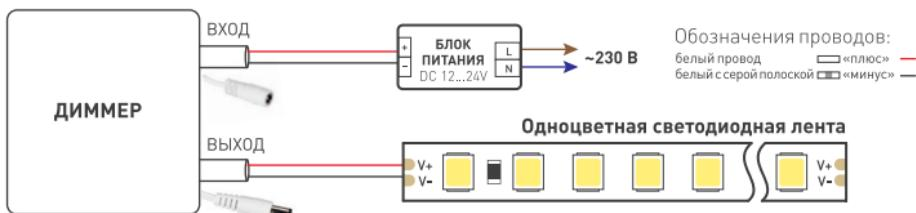

Рис. 3. Схема подключения диммера SR-PRIME-UP
- 3.4. Подключите светодиодную ленту или другой светодиодный источник света к выходу диммера, соблюдая полярность подключения проводов [рис. 3].
- 3.5. Соблюдая полярность, подключите блок питания к входу диммера [рис. 3].